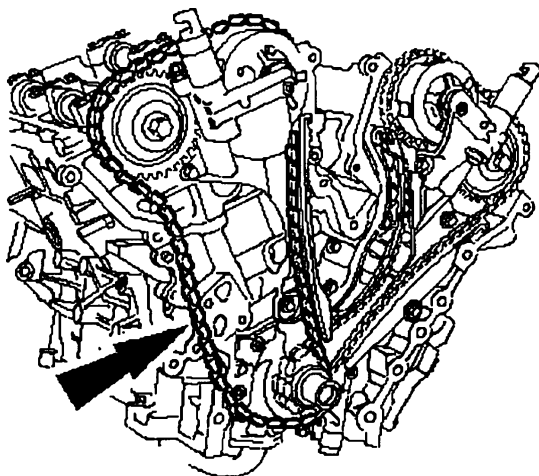

图 11-32 安装右侧正时链条
20) 确保曲轴键槽位于 3 点钟位置, 右侧进气凸轮轴链轮的正时标记对准 5 点钟位置, 右侧排气凸轮轴链轮的正时标记对准 12 点钟位置。安装右侧正时链条, 如图 11-32 所示。